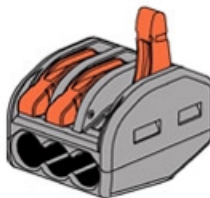

Bild 8
- Je eine, der beiden schwarzen und blauen abisolierten Enden des Kabels in eine WAGO-Klemme einführen, siehe Bild 8.